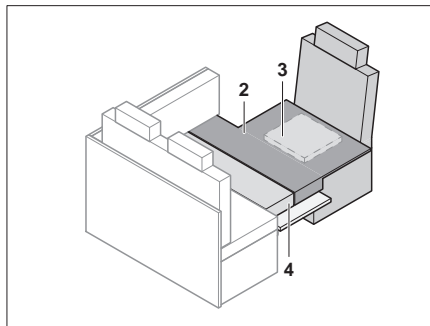

Fig. 158 Après la transformation
- Placer le coussin supplémentaire comme montré en Fig. 158.